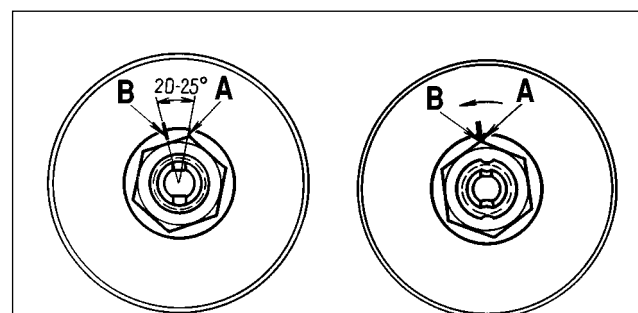

Bild 4-5. Festziehen und Einstellen von Lagern der Vorderradnabe:
- An der Scheibe das Merkzeichen B (Bild 4-5) setzen, danach die Mutter um 20-25° zurückdrehen bis die erste Kante A mit dem Merkzeichen übereinstimmt,